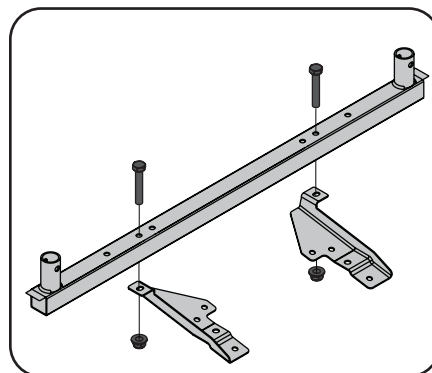

Figure 3-4
3. Assemblez le support (683-05347) et support de fixation (789-00433, 789-00434) en utilisant deux vis à tête hexagonale (710-0376-0376) et deux écrous (710-3180) et deux écrous (712-04063) comme montré à la Figure 3-4.